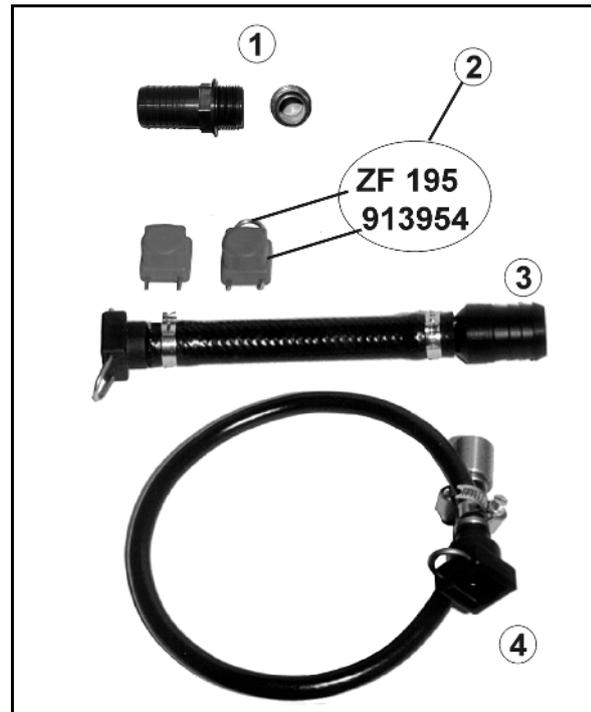

Fig. 153
- Reinigen Sie die LeitungsfILTER (Fig. 153/1) je nach Einsatzbedingungen alle 3 – 4 Monate.